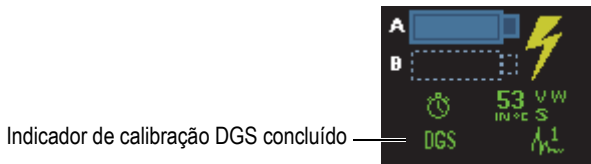

Figura 5-24 Status do indicador de calibração DGS concluído
- Selecione **Aceitar** para aceitar a calibração e, em seguida, saia do assistente. O rótulo DGS aparece no indicador de status (veja Figura 5-24 na página 164).